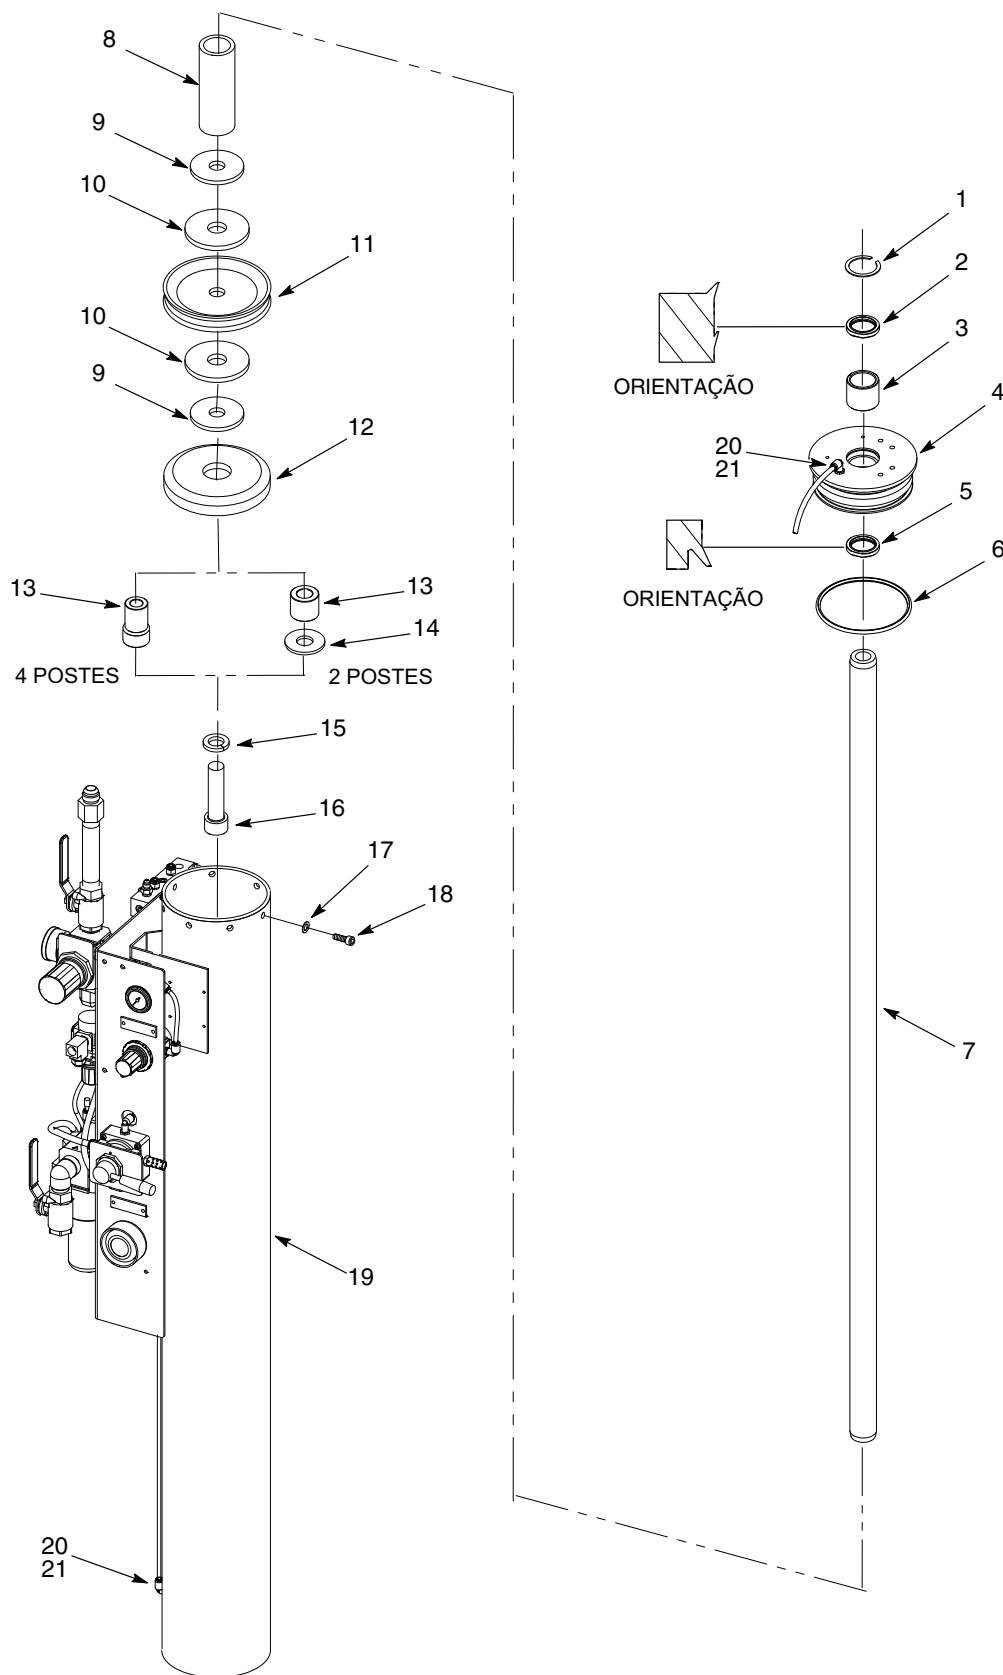

Figura 3 Rearmar os cilindros pneumáticos de grandes estruturas
1. Consulte a figura 3. Remova o seguinte, de cada haste de cilindro (7):
- parafuso da haste (16)
- anilhas de segurança (15)
- anilhas planas (14)
- espaçador inferior do êmbolo (13)
- disco-guia do êmbolo (12)
- placas de apoio do êmbolo (9)
- juntas (10)
- vedação do êmbolo (11)
- batente do êmbolo (8)
2. Remova a cabeça do cilindro (4), de cada haste de cilindro (7).
1. Consulte a figura 3. Limpe as paredes interiores dos cilindros pneumáticos (19). Aplique imediatamente uma camada de lubrificante de juntas tóricas para impedir corrosão.
2. Limpe as cabeças dos cilindros (4) e as hastes dos cilindros (7).
3. Substitua as vedações (5 e 11), raspadores limpadores (2), apoios (3), juntas tóricas (6) e juntas (10).
1. Consulte a figura 3. Lubrifique os itens novos seguintes com gel de petróleo e monte-os em cada cabeça de cilindro (4):
- vedação da haste (5)
- apoio (3)
- raspador limpador (2)